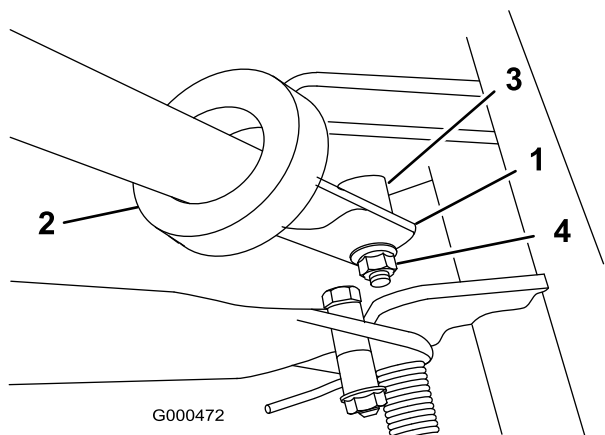

Figura 5
2. Introduza as extremidades do manípulo nas ranhuras existentes nos braços de suporte do manípulo (Figura 5).
3. Faça força para dentro nas extremidades do manípulo e instale-as nos pinos de montagem (Figura 5).
4. Fixe o manípulo à cavilha e mova o pino com a porca flangeada de bloqueio (Figura 5).